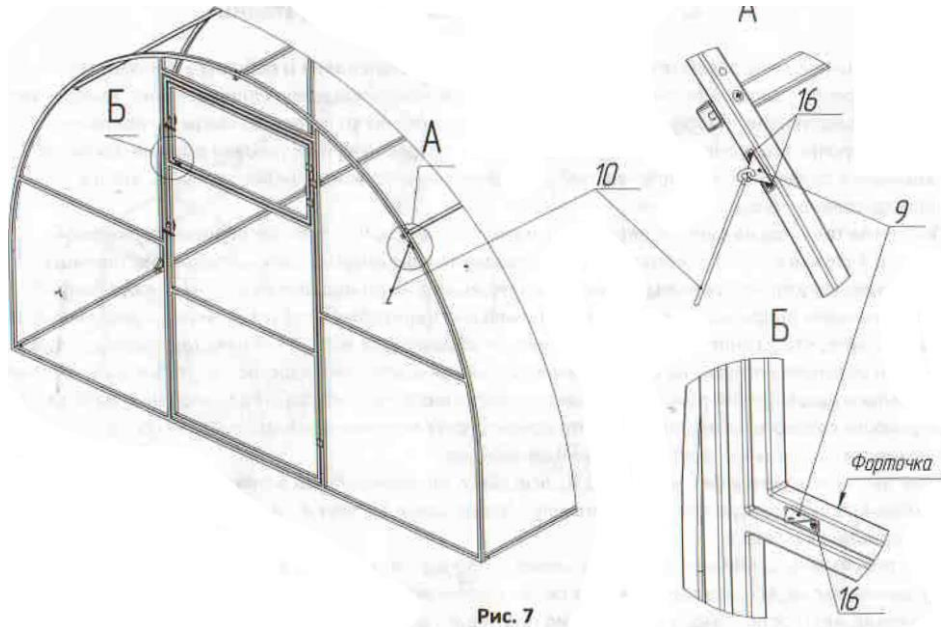

Рис. 7
- 5.7 Установите крючки для фиксации форточка и двери в открытом состоянии (рис. 7). Если форточка закрыта на задвижку, крючок фиксирует в открытом положении дверь.